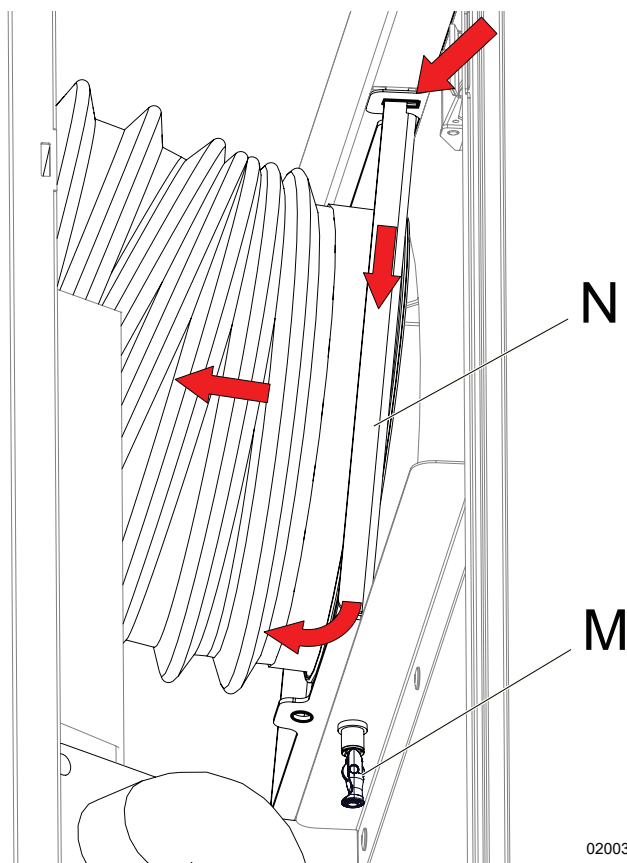

Figura 8-10 - Rimozione tubo aspirazione aria
6.-ruotare leggermente la lamiera dell'aspirazione aria "N", sfilarla verso il basso e sganciarla dal gruppo aspirazione aria (Figura 8-10);